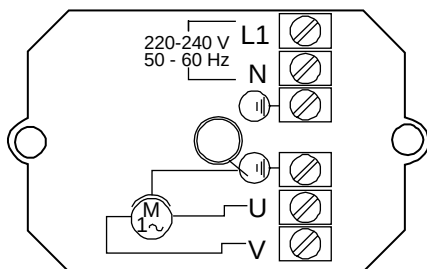

Fig. 4
- För att garantera droppvattenskydd och dragavlastning på tätningshylsan skall en anslutningskabel med tillräcklig ytterdiameter användas, (t.ex. 05 VV-F 3 (7) G 1,5 eller AVMH-I 3 (7) x 1,5).
- Gör anslutningen enligt Bild 4 (kopplingsskiss under locket till kopplingsboxen).